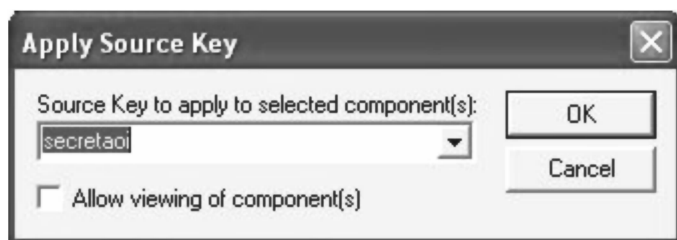

图 22-10 源代码密钥对话框
12. 输入名称“secretaoi”作为源代码密钥的文件名，然后单击“确定”（OK），如图 22-10 所示。